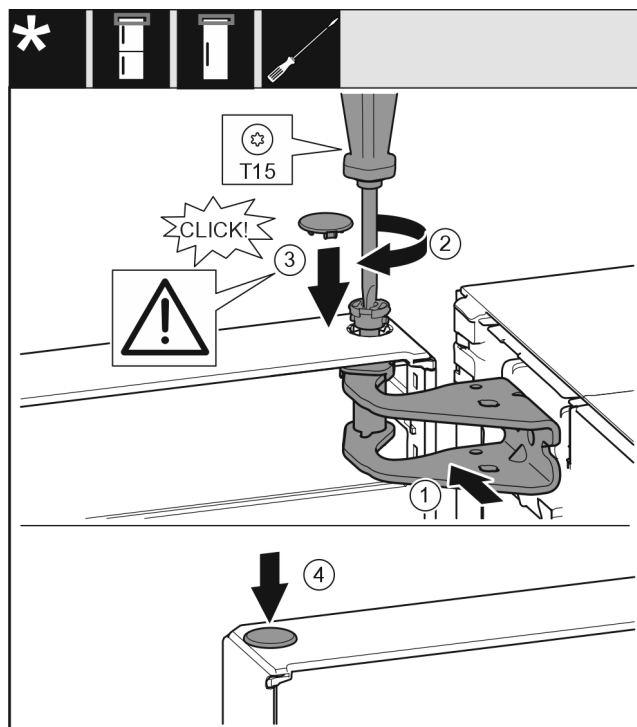

Fig. 49
- ▶ Igazítsa be az ajtót fent a csapágybak Fig. 49 (1) nyílásához.
- ▶ Helyezze be a csapszeget Fig. 49 (2), és húzza meg csavarhúzóval.
- ▶ Helyezze be a fedelet Fig. 49 (3).
- ▶ Ellenőrizze, hogy a fedél Fig. 49 (3) felfekszik-e az ajtóra.
- ▶ Helyezze be a fedelet Fig. 49 (4).